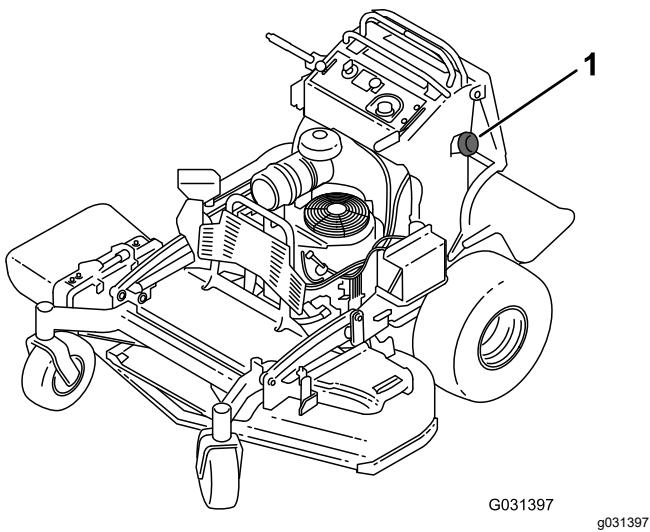

Figure 50
3. Nettoyez la surface autour du bouchon du réservoir de carburant pour éviter que des débris ne tombent à l'intérieur du réservoir (Figure 50).